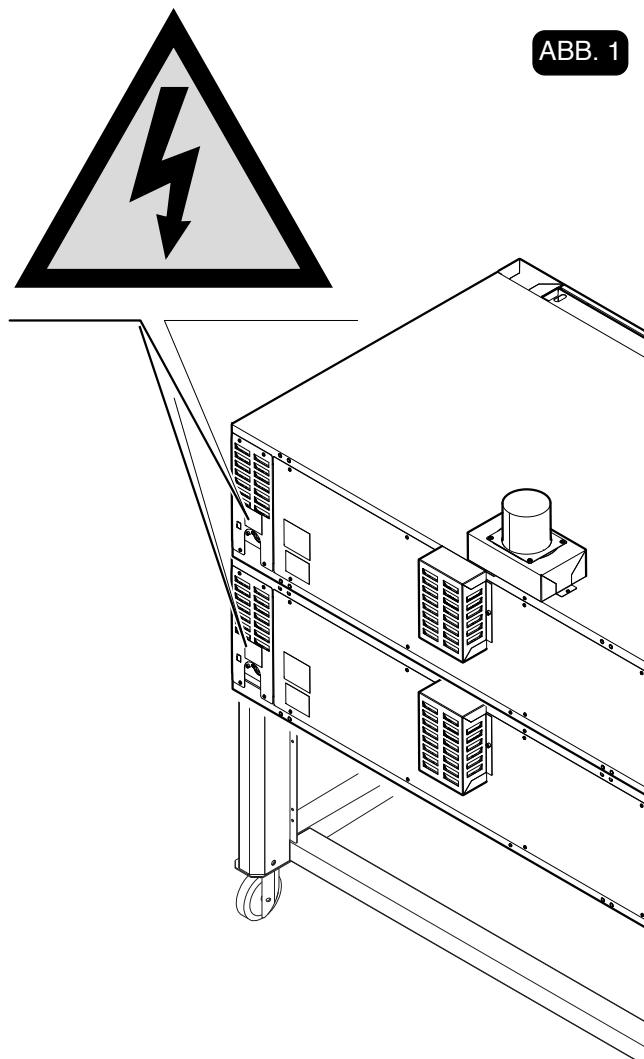

ABB. 1
4.3 - SICHERHEITSSCHILDER (Abb. 1)